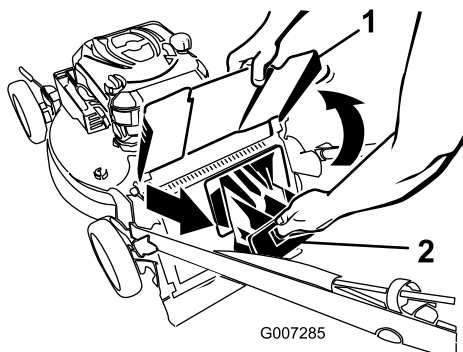

Figura 21
2. Levante y sujete el deflector de descarga trasera (Figura 21).
3. Saque el tapón de descarga trasera (Figura 21).